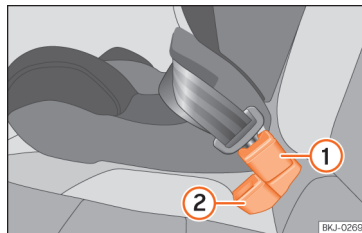

Рис. 42 Розташування замків для ременів безпеки на задньому сидінні
- Розмістіть замок для центрального сидіння >>> **рис. 42 1** за замком для крайнього сидіння >>> **рис. 42 2**.
- Пристебніть ремінь безпеки центрального заднього сидіння до замка >>> **рис. 42 1** до характерного клацання.
- Пильнуйте, щоб замки не перекручувалися між собою, інакше ремені безпеки не пролягатимуть як слід >>> **рис. 42**.